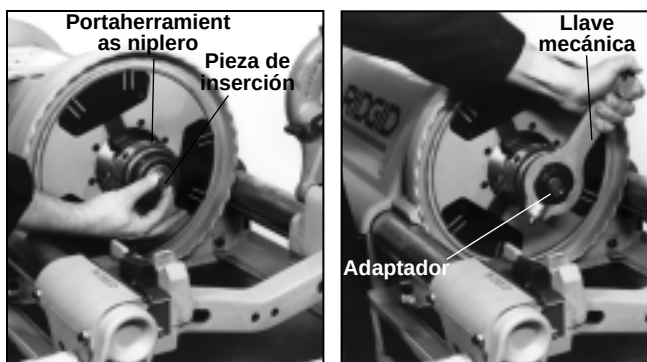

Figura 29 – Instalación del cuerpo del mandril niplero y del adaptador
3. Si utiliza tubos de $\frac{1}{8}$ a $\frac{3}{4}$ de pulgada, coloque la pieza de inserción (Figura 29) con el extremo pequeño hacia el adaptador. Si utiliza tubos de 1 pulgada coloque el extremo grande hacia el adaptador y en caso de emplear tubos mayores de $1\frac{1}{4}$ de pulgada no emplee la pieza de inserción.
4. Seleccione el adaptador de mandril niplero del tamaño correcto y atorníllelo a mano en el mandril niplero (Figura 29). Apriételo con la llave suministrada con el mandril niplero.